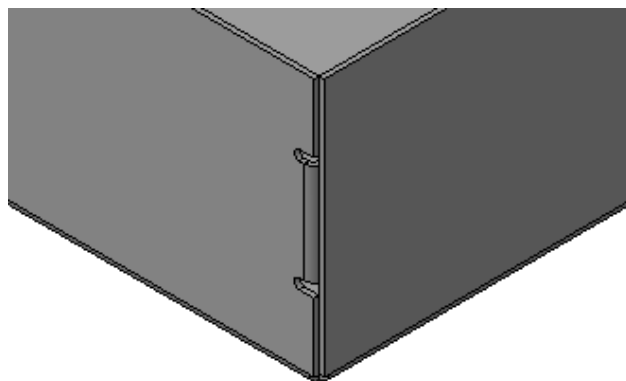

Рисунок 23.
- Нажмите кнопки Создать объект  и Прервать команду  (рис. 23).